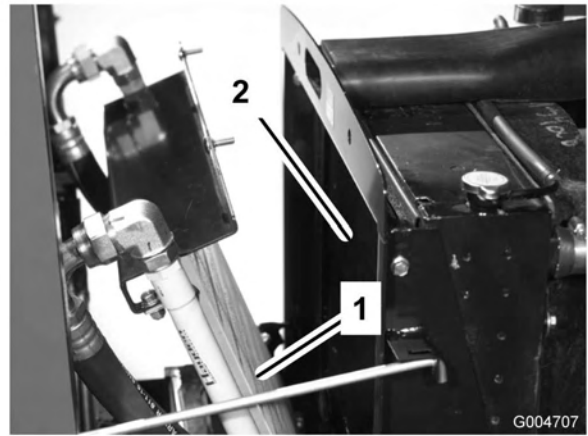

Bild 62
3. Kippen Sie den Ölkühler nach hinten. Reinigen Sie beide Seiten des Ölkühler- und des Wasserkühlerbereichs (Bild 62) gründlich mit Druckluft. Blasen Sie Rückstände von vorne nach hinten heraus. Reinigen Sie dann von hinten und blasen Sie nach vorne. Wiederholen Sie dies mehrmals, bis alle Rückstände entfernt sind.